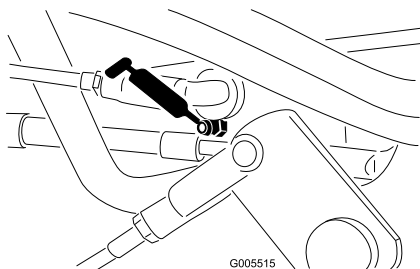

**Figura 44**
- Cilindri di sollevamento (3) (Figura 44)